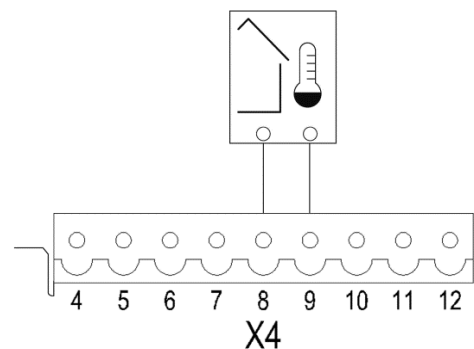

Abb. 23: Anschluss Außentemperaturfühler
- ➔ Schließen Sie den Außentemperaturfühler gem. Abb. 23 an.